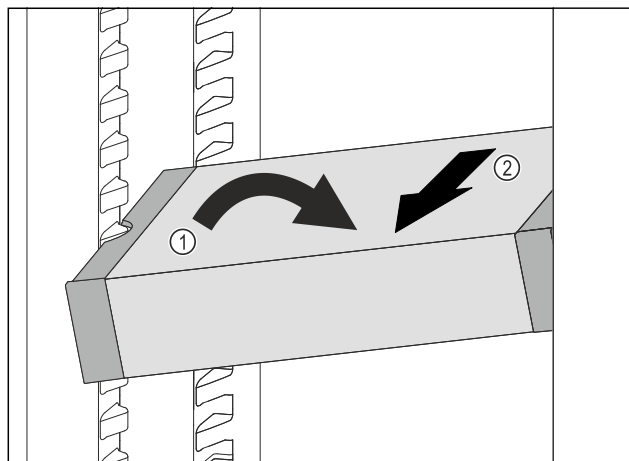

Fig. 94
- ▶ 在冷藏区中倾斜 VarioSafe。Fig. 94 (1)
- ▶ 向前取出 VarioSafe。Fig. 94 (2)